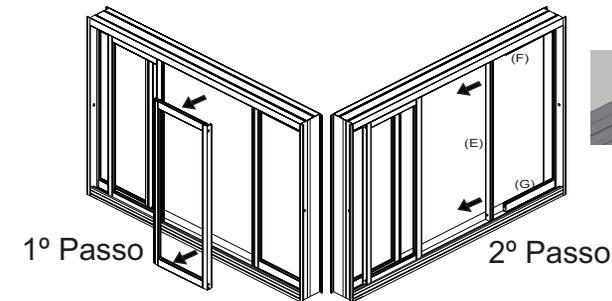

Fig.1
- 2 Remova a bateadeira fixa (E) soltando os parafusos que a fixa nas travessas fixas superior (F) e inferior (G). Veja fig.1